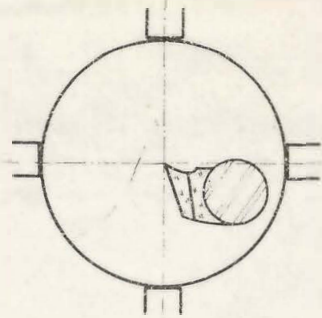

Fig. 4
- 8º *Desplace la herramienta hasta que su punta coincida con el centro del material (fig. 4).*